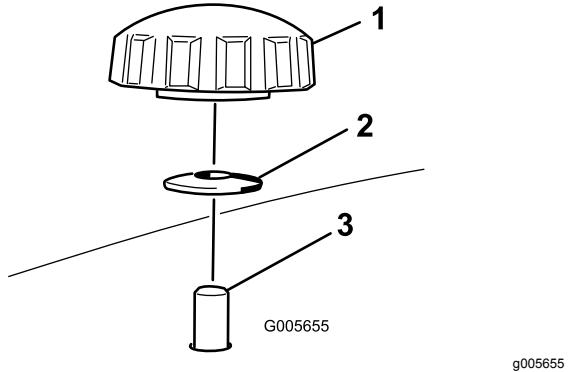

Figura 26
4. Togliete le 2 manopole e le rondelle curve che fissano il diaframma destro al tosaerba (Figura 26).
- 5. Rimuovete il deflettore destro e abbassate il deflettore dell'erba sull'apertura di scarico (Figura 26 e Figura 27).
5. Infilate il deflettore destro sotto il piatto di taglio e fissatelo utilizzando le 2 manopole e le rondelle curve (lato concavo verso il tosaerba) come illustrato nella Figura 26 e Figura 27.